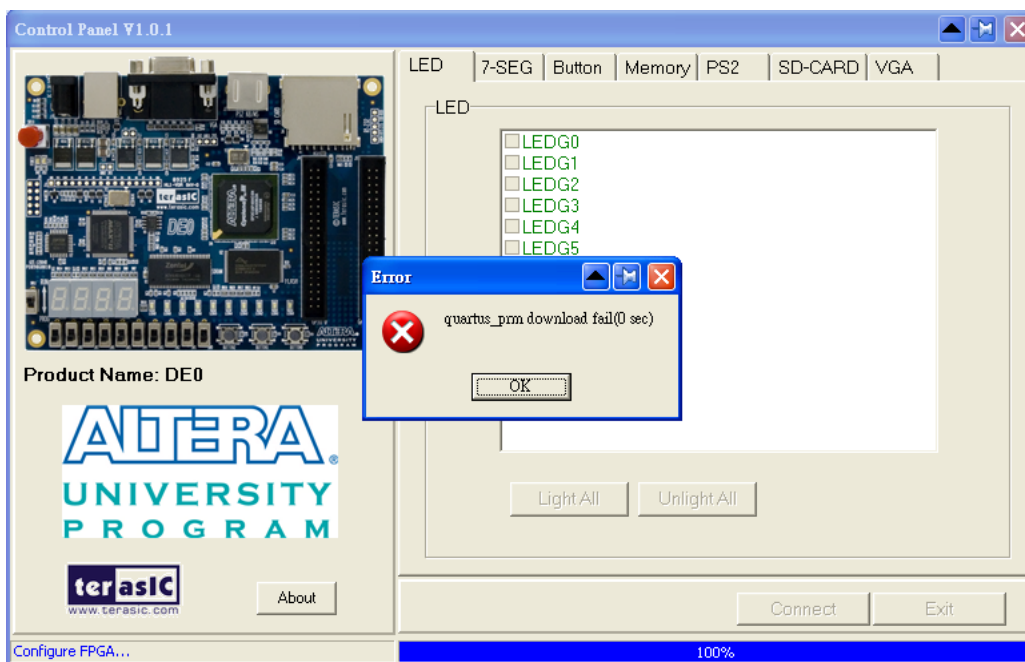

图 3-2 DE0 控制面板下载出错信息
5. 当控制面板窗口启动后，它会开始自动下载硬件配置数据到 FPGA 芯片。如果有错误，则会弹出如图 3-2 所示的窗口，这时，您应该检查下前述步骤 1~3 是否有正确执行。然后，单击 Download Code 按钮重新下载硬件配置数据。请注意，控制面板会占用 USB 端口直到你关闭它为止，在使用控制面板的时候，您将不可以再去使用 Quartus II 通过 USB 端口下载配置数据到 FPGA。